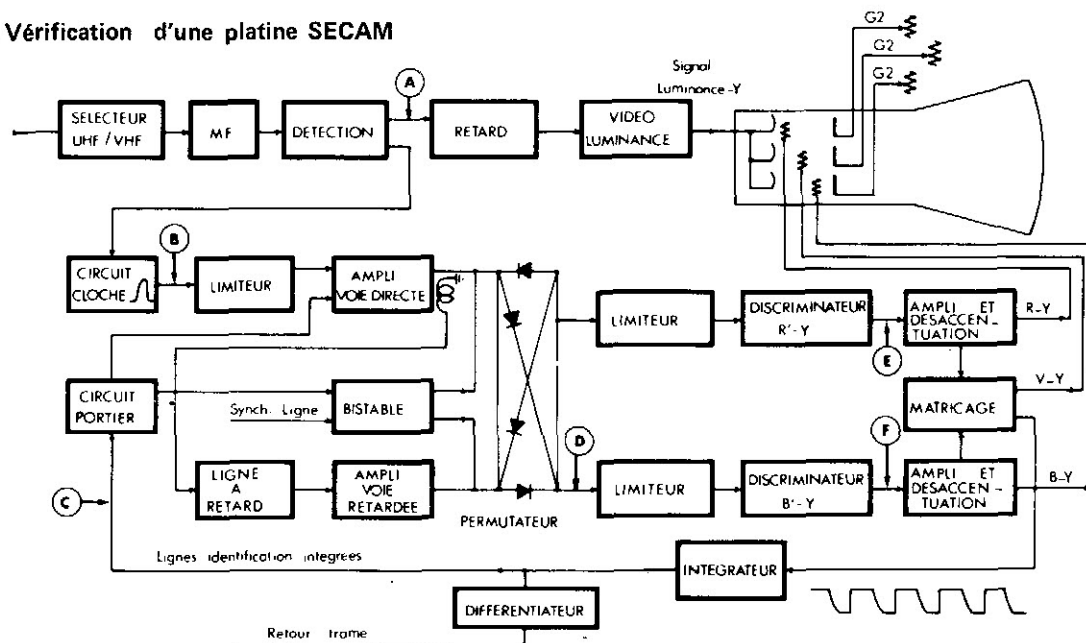

FIG. 2-3
La Figure 2-3 donne le schéma synoptique d'un téléviseur SECAM. A B C D E F sont des points de mesure. Pour obtenir un signal SECAM complet, placer les inverseurs (2) sur  $\odot\odot$  et (12) sur IDENT.
Le signal de déclenchement du portier peut être observé en C (Figure 2-3).
- La méthode sera plus précise. Selon le discriminateur à régler, brancher l'oscilloscope en sortie du discriminateur (points E ou F Figure 2-3). Mettre (2) sur ● ○. Par cette action, on supprime la sous-porteuse pendant l'escalier et le pavé de traînage.